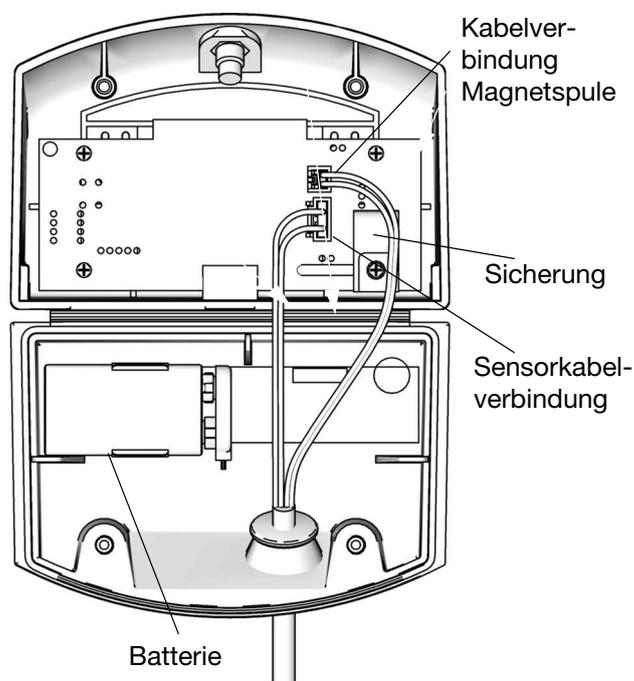

ABB. 20. Ort der DataTrak-Batterie und Sicherung
5. Die gebrauchte Batterie herausnehmen und durch eine normenkonforme Batterie ersetzen. Siehe ABB. 20.